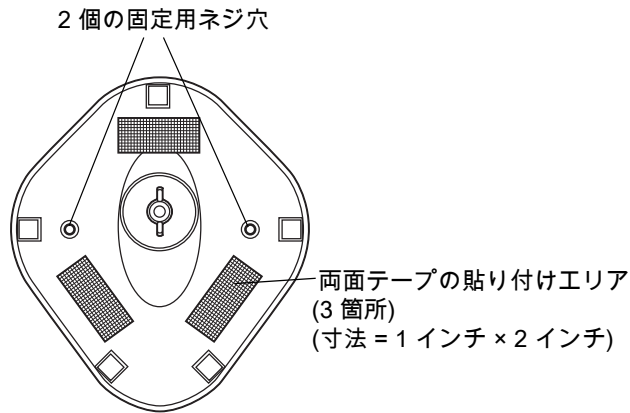

図 3-3 スタンドの設置
2. スタンドの台座が確実に固定されるまで、#10 木ネジを固定用ネジ穴にねじ込みます (図 3-3 を参照)。
2. それぞれの両面テープから露出した面のはく離紙をはがし、確実に固定されるまでスタンドを平らな場所に押し付けます (図 3-3 を参照)。